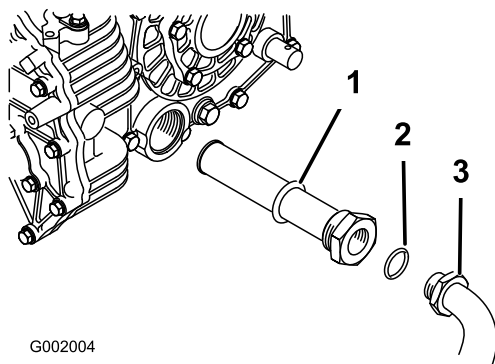

Bild 68
5. Nehmen Sie den Hydraulikschlauch und das 90° Anschlussstück ab (Bild 68).